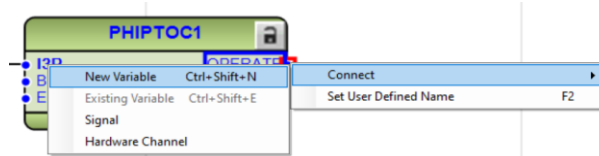

Imagen 230_Nueva variable de salida para el bloque.
4.1.18 Del lado de la salida seleccionamos con clic derecho en la salida “OPERATE”, seleccionando “Connect - New Variable” como se observa en la **Imagen 230**.